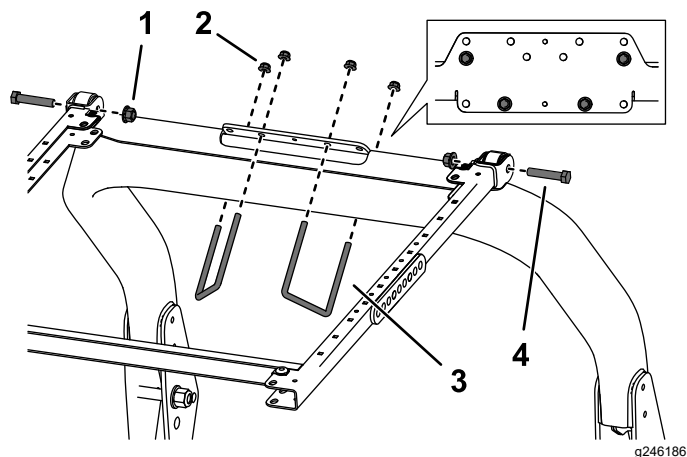

Figura 38
6. Coloque el soporte de montaje del ROPS encima de la barra antivuelco de la unidad de tracción (Figura 38). Asegúrese de que la barra antivuelco está centrada en el soporte de montaje del ROPS.
7. Usando los taladros de montaje indicados en la Figura 38, monte el soporte de montaje del ROPS en la parte superior de la barra antivuelco con 2 pernos en U ($3\frac{1}{2}$ " x 4") y 4 tuercas con arandela prensada.